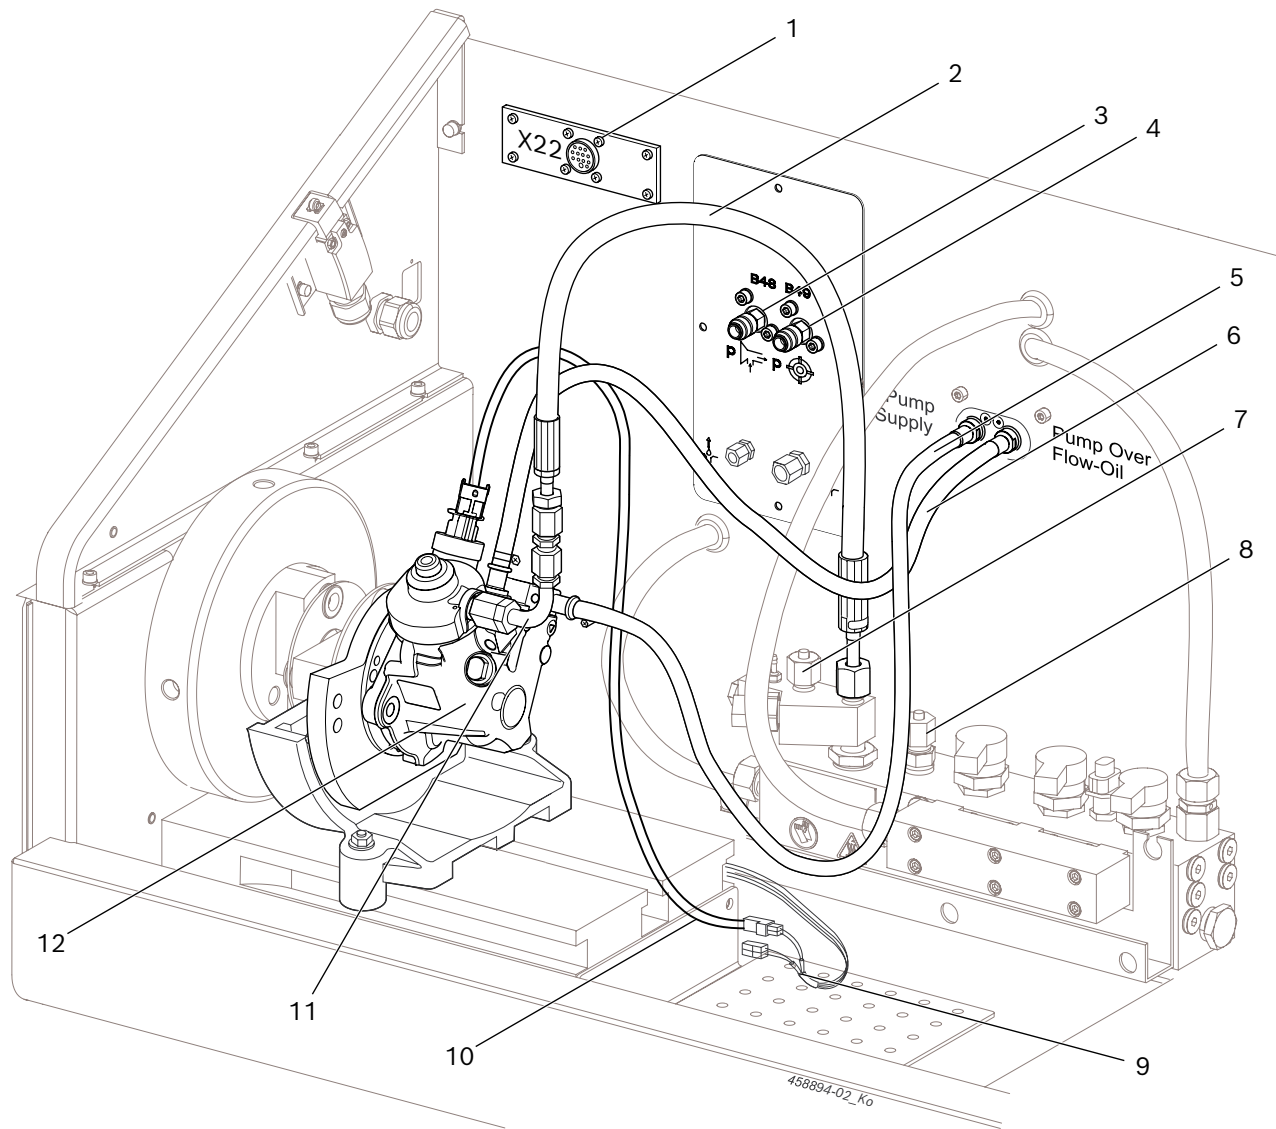

Abb. 2: Anschluss CP4.1
1. Schlauchleitungen für Prüfölzulauf (Abb. 2, Pos. 5) und Prüfölrücklauf (Abb. 2, Pos. 6) an die vorgesehenen Anschlüsse der CP4 anschließen.
2. Hochdruckschlauchleitung 1 680 712 324 (Abb. 2, Pos. 2) an den Hochdruckeingang des Hochdruckrails und über die Prüfdruckleitung 1 680 750 123 (Abb. 2, Pos. 11) am Hochdruckanschluss der CP4 anschließen (Anziehdrehmoment = 25Nm – 30 Nm).
3. Anschluss für Hochdruckschlauchleitung zum Verteilerrail CRI 846H oder CRI/CRIN 848H mit einem Blindstopfen am Hochdruckrail (Abb. 2, Pos. 7, 8) verschließen.
Bei CP4.2 muss der Blindstopfen am Hochdruckrail (Abb. 2, Pos. 7) entfernt werden und eine weitere Hochdruckschlauchleitung an Hochdruckrail und CP4 angeschlossen werden.
4. Verbindungsleitung 1 684 463 946 (Abb. 2, Pos. 9) an X24 anschließen und über pumpenspezifische Adapterleitung (Abb. 2, Pos. 10; Sonderzubehör) mit CP4 verbinden.
Der im Teilesatz 1 687 016 128 befindliche Adapter 1 681 032 115 wird für die Förderpumpendruckmessung für CP4 mit Zahnradpumpen verwendet. Adapter vor der Prüfung an CP4 montieren und die Schlauchleitung vom Adapter an B49 anschließen (Abb. 2, Pos. 4).
Die im Teilesatz 1 687 016 128 befindlichen Schlauchleitungen werden für die Unterdruckmessung verwendet. Pumpenspezifische Schlauchleitung an Einspritzpumpe und B48 anschließen (Abb. 2, Pos. 3).
- Ist der Anschluss am Hochdruckrail (zum Verteiler-rail CRI 846H) mit einem Blindstopfen geschlossen (Abb. 2, Pos. 8)?